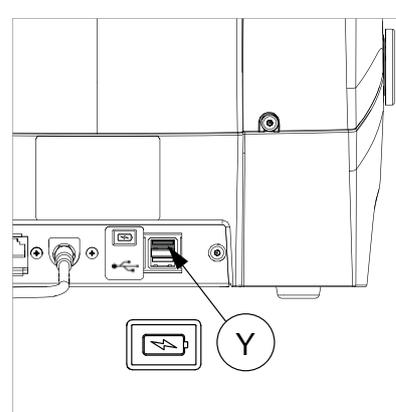

Fig. 17
- 1) Conectar el tablet a la red por medio de su alimentador para efectuar la carga (3 horas para la primera carga). El tablet también se puede cargar conectado al puerto USB específico (Y), situado en la parte trasera de Futura PRO (Fig. 17, pag.12).